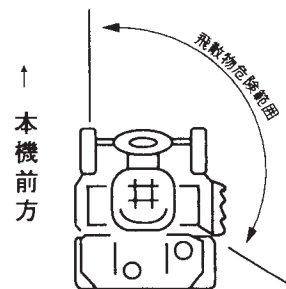

図16
- ・ エンジンを始動させるとき、走行を始めるとき、草刈り作業を始めるときは、必ず近くに人がいないこと、障害物のないことを確認してください（図16）。